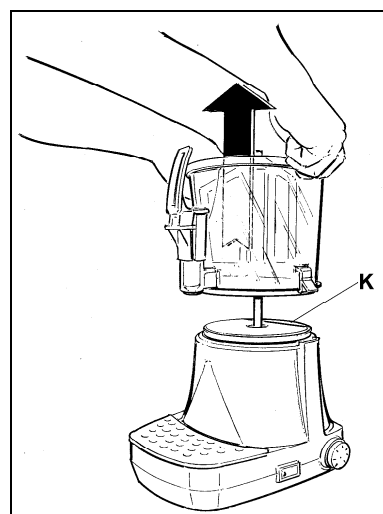

Fig. 14
- Ogni volta che si riposiziona la pentola sulla piastra assicurarsi che la sonda (K) sia perfettamente a contatto con il fondo della pentola stessa (vedi fig. 14).